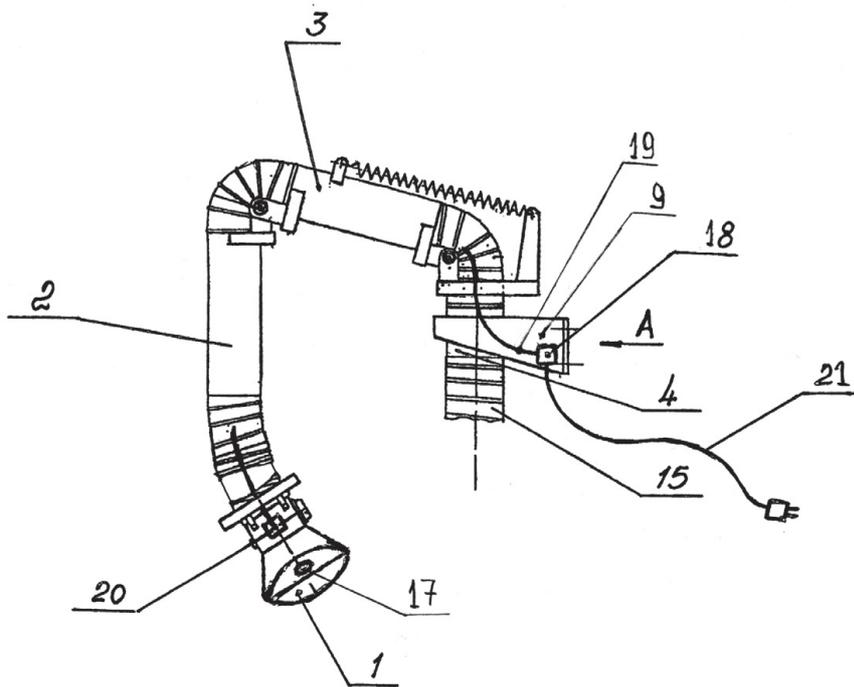

Рис. 3
На рис. 3 изображены безконсольные воздуховытяжные устройства модификации с индексом «С» на примере устройства «Лиана НУС»
**В модификациях устройства с индексом «С»** (см. рис. 3) в воронке *1* закреплена электролампа *17*.